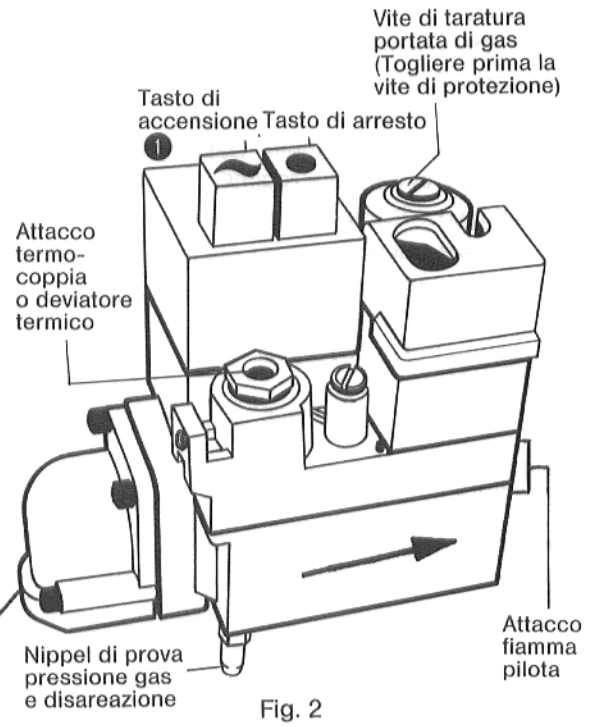

Fig. 2
4.2 Premere il tasto di avviamento ① (fiamma) per le apparecchiature Junkers e Honeywell, tasto fiamma pilota per apparecchiatura SIT. Agire contemporaneamente sul tasto dell'accensione piezoelettrica ③. La scintilla prodotta accende il pilota, alla prima messa in funzione il procedimento dovrà essere probabilmente ripetuto più volte (vedi Fig. 2, 3 e 4).